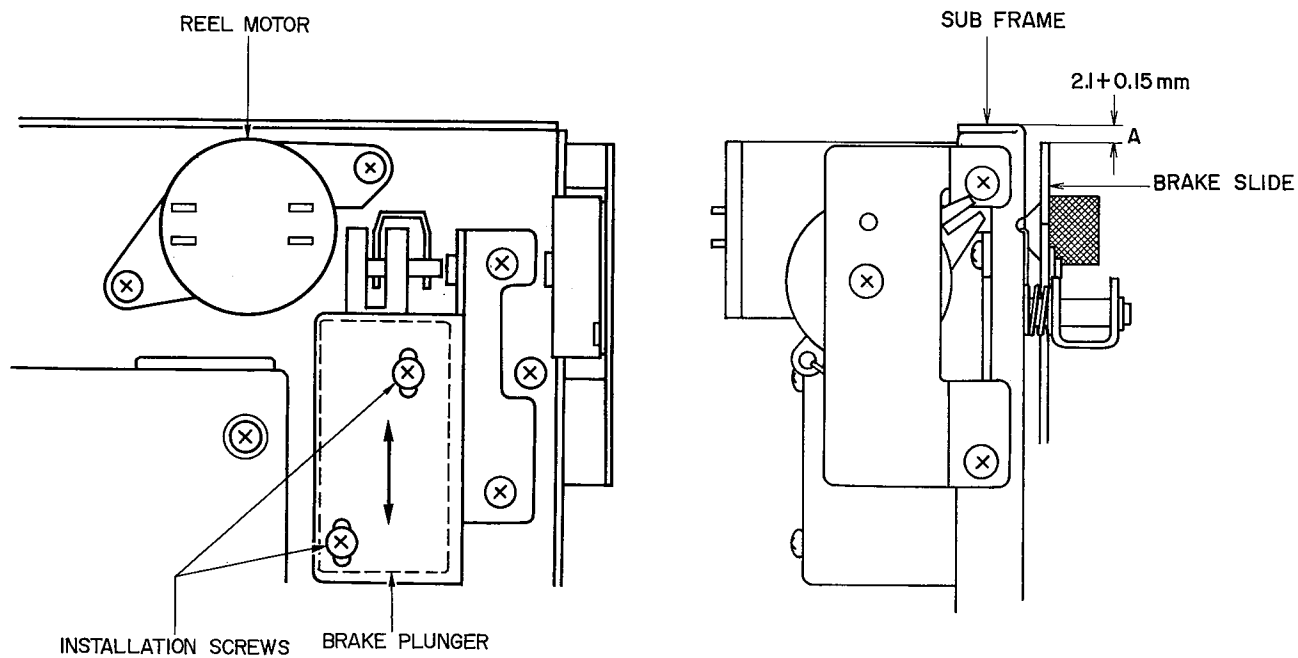

Fig. 18
4. BRAKE PLUNGER INSTALLATION POSITION ADJUSTMENT (Refer to Fig. 18)